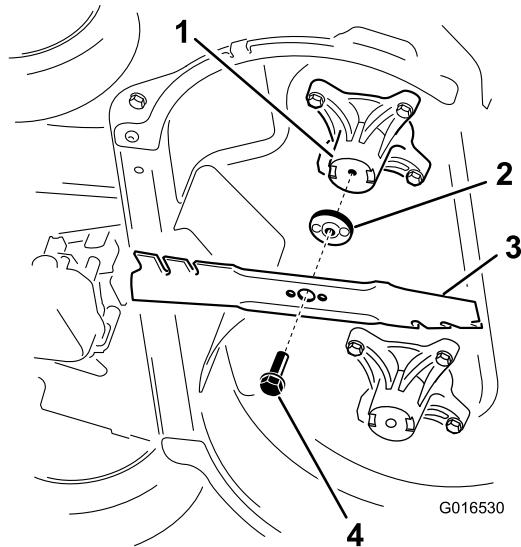

Figure 36
- Déposez chaque lame comme montré à la Figure 36.
1. Posez la première lame de sorte qu'elle soit horizontale, avec toutes les fixations, comme montré à la Figure 36.